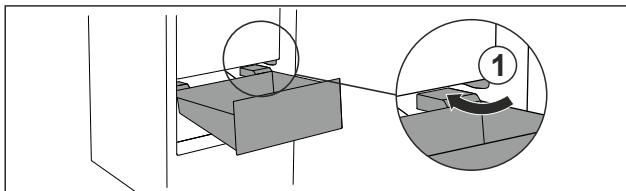

Fig. 102
- ▶ Lirka låda snett kring stoppklackarna Fig. 102 (1).